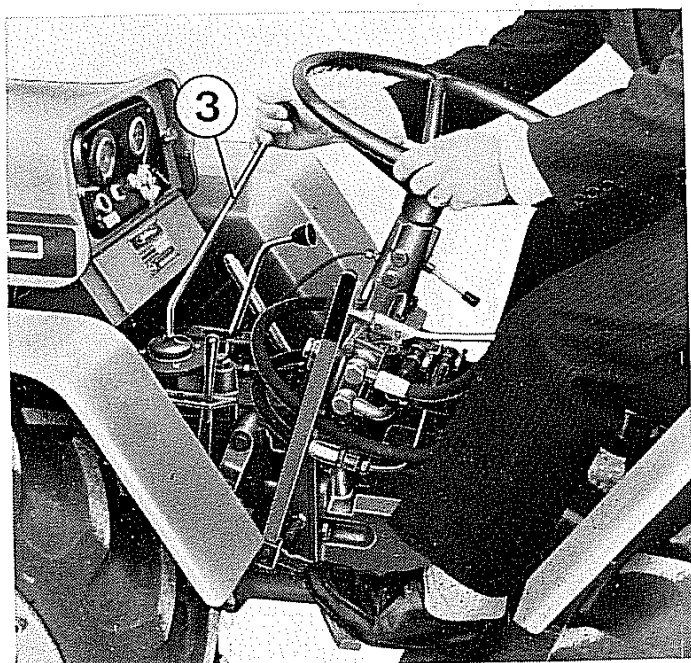

Fig. 4 - Innesto delle velocità.
- Scegliere la velocità desiderata agendo sulla leva 3 (Fig. 4) quindi abbandonare gradualmente il pedale della frizione.